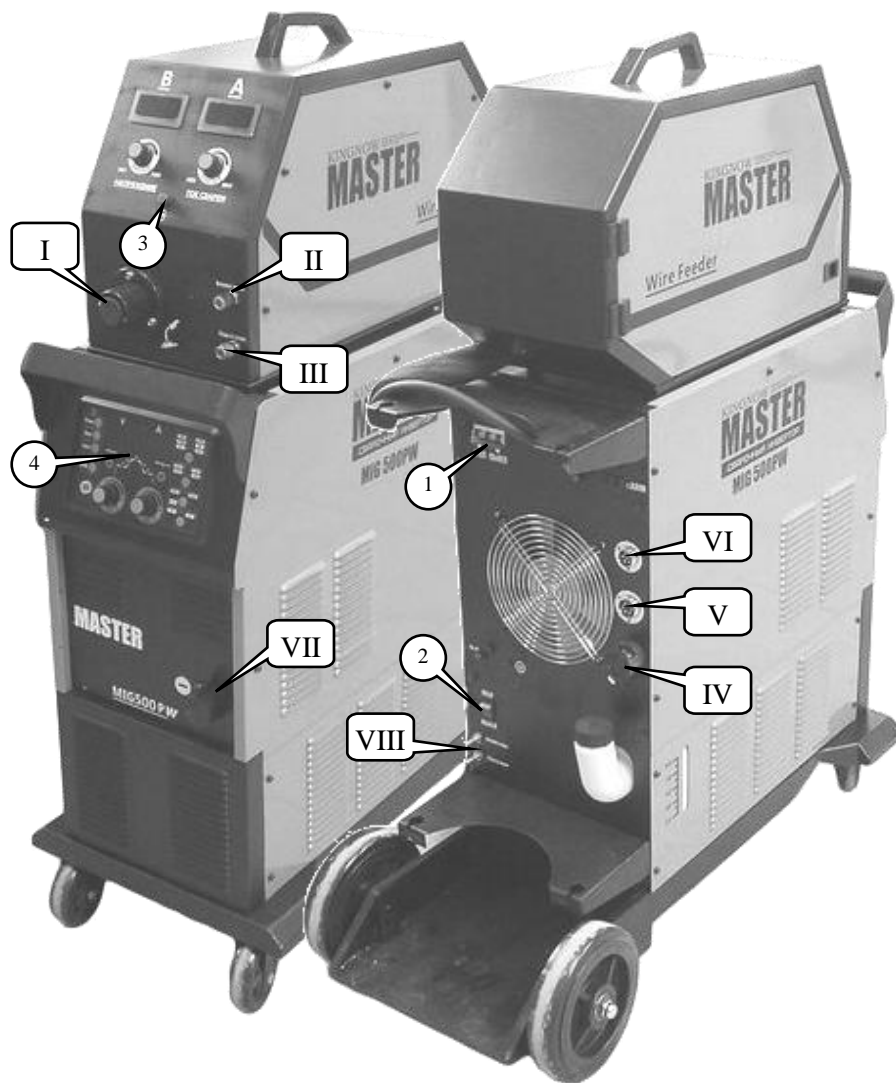

Рис. 1. Расположение органов управления и индикации.
- Подключить сварочную горелку к евроадаптеру I (Рис. 1) сварочного аппарата.
Назначение переключателей и индикаторов (рис. 1)